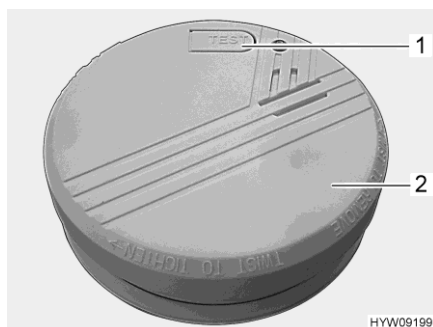

Fig. 146 Détecteur de fumées
- Tourner le détecteur de fumées (Fig. 146,2) dans le sens inverse des aiguilles d'une montre jusqu'à ce qu'il se détache de la fixation.
- Tester le détecteur de fumées. Appuyer pour cela sur la touche de contrôle (Fig. 146,1). Le signal d'alarme doit retentir.